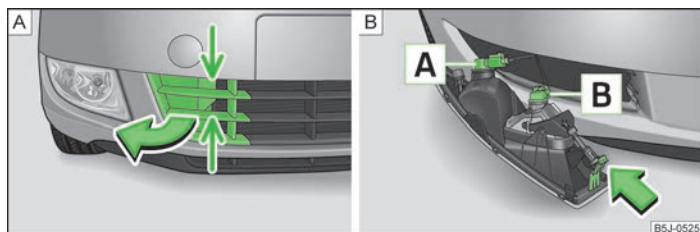

Fig. 150 Paragolpes delantero: Rejilla protectora/desmontaje del faro antiniebla
Asignación de bombillas » fig. 150.
► Agarrar la rejilla protectora por el punto indicado por flechas » fig. 150 - **A** y sacar la caperuza protectora.
- Meter la mano en la apertura en la rejilla protectora y presionar la pestaña de enclavamiento » fig. 150 - **B** en el sentido de la flecha.